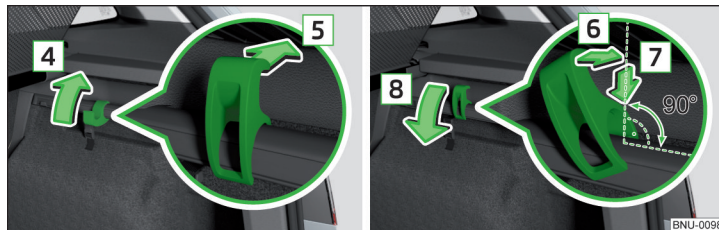

Fig. 141 Retirer/installer les crochets
- Rabattez le crochet dans le sens de la flèche **4** en position verticale » fig. 141.
- Placez le crochet en position inclinée sur la barre de fixation et alignez-le dans le sens de la flèche **6** » fig. 141.